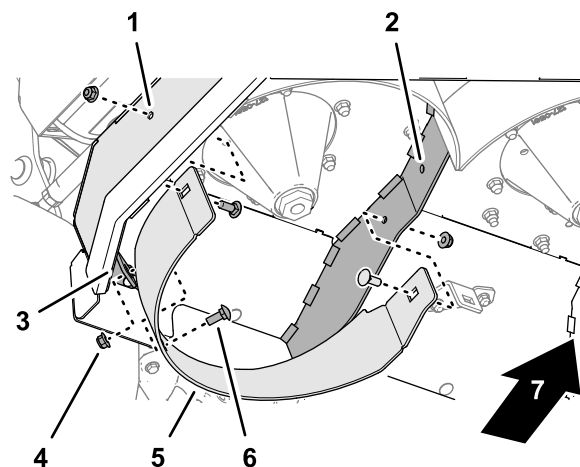

Figura 44
4. En la parte inferior derecha de la carcasa de corte, retire los 3 pernos de cuello cuadrado ($\frac{3}{8}$ " x 1") y las 3 contratuercas con arandela prensada ($\frac{3}{8}$ ") que sujetan el deflector derecho a la placa lateral de la carcasa de corte, al soporte del deflector central/derecho, y al divisor derecho, y retire el deflector derecho (Figura 44).